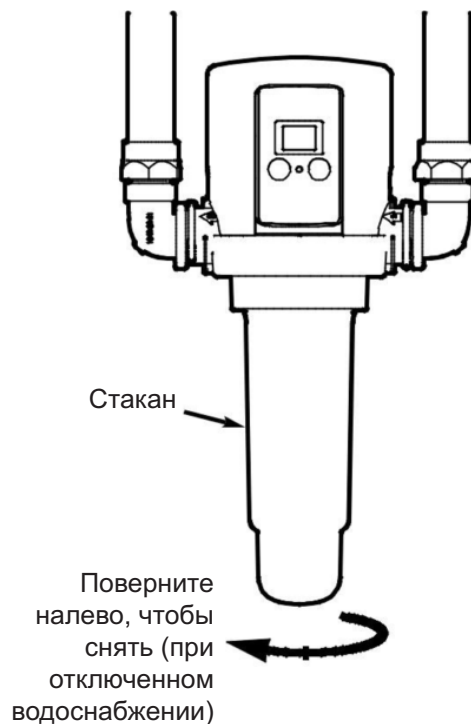

Рис. 17
4. Снимите стакан, поворачивая его налево для того, чтобы открутить от головы фильтра (см. Рисунок 17). Будьте готовы к тому, что вода потечет с головы фильтра, когда стакан будет снят.